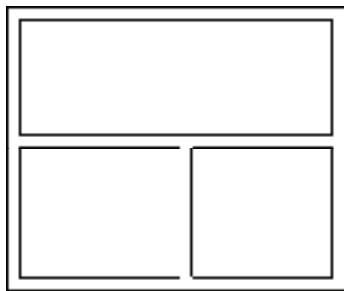

图 2-9 打开素材
- 1) 按〈Ctrl+O〉组合键，打开配套光盘提供的“第 2 章/2.1.3 墙生轴网.dwg”素材文件，结果如图 2-9 所示。